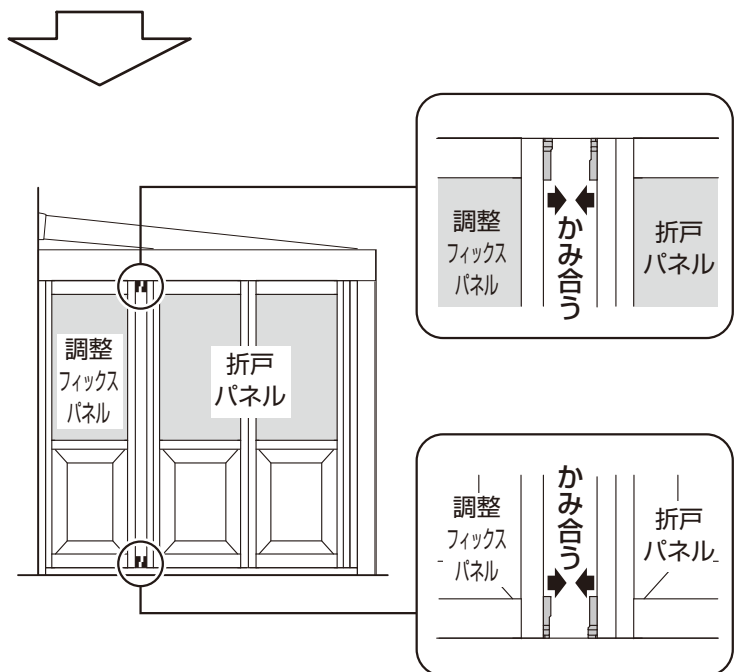
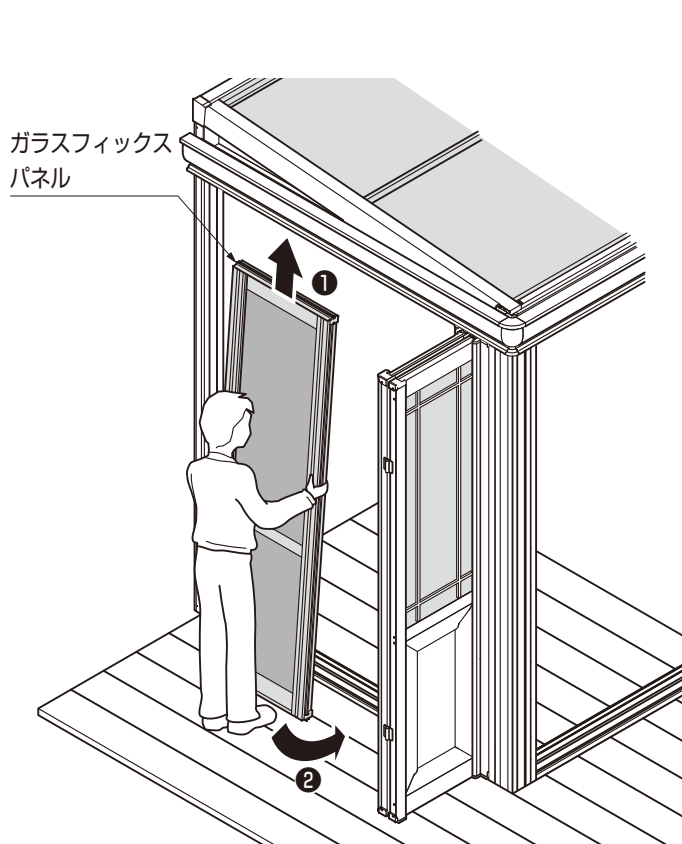
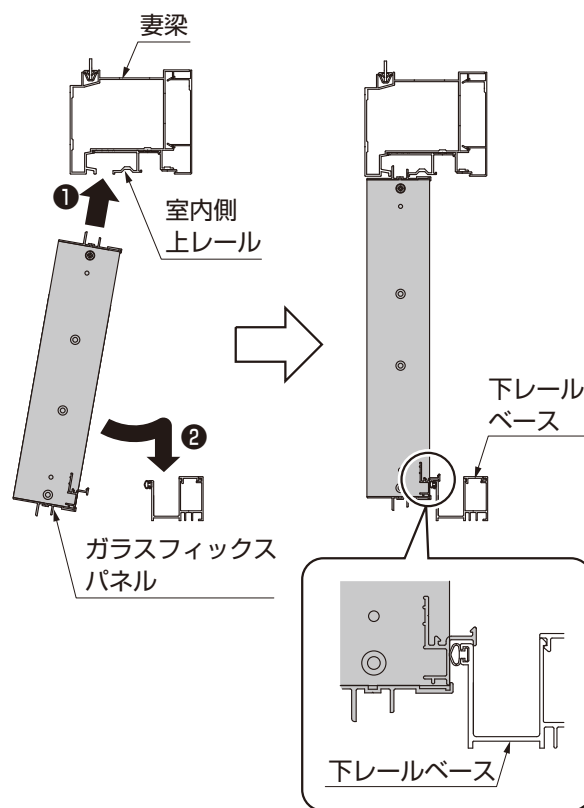

図 2-5
図 2-6
図 2-7
- ②フィックス上下カバーキャップ1、2と折戸パネル上下のパネルスペーサー大1、2がきちんとかみ合う位置で【1-5】を本固定してください。(図2-5、図2-6参照)
- ① ガラスフィックスパネルをけいどんではめ込んでください。(図2-6、図2-7参照)